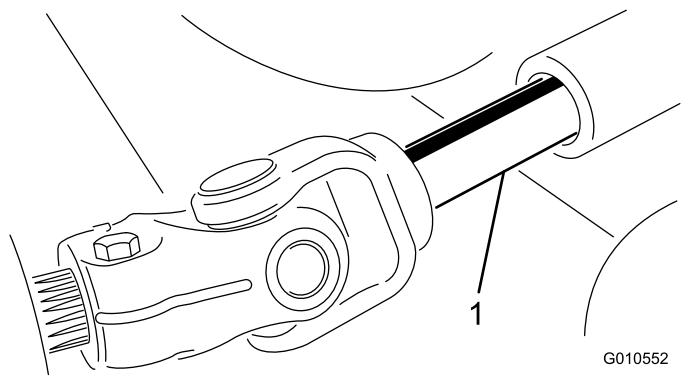

Figura 25
5. Rode a unidade de corte afastando-a da unidade de tração, separando as secções macho e fêmea do veio da tomada de força (Figura 25).